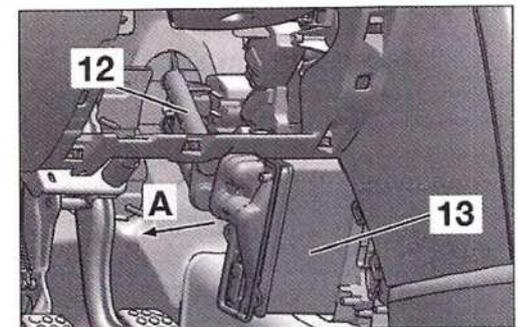

FIG. 25
- Separar en (A), el radiador de calefacción, y desmontar el tubo (12) (Fig.25).